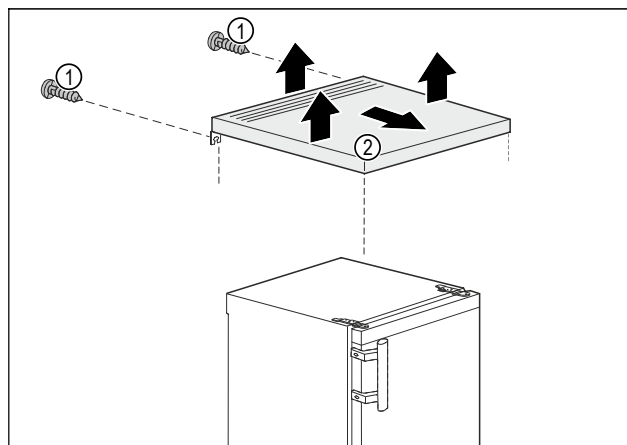

Fig. 3
- ▶ Schrauben Fig. 3 (1) an der Rückseite entfernen.
- ▶ Tischplatte Fig. 3 (2) hinten anheben.
- ▶ Tischplatte Fig. 3 (2) nach vorne schieben.
- ▶ Tischplatte Fig. 3 (2) nach oben abnehmen.
- ▶ Tischplatte Fig. 3 (2) ist abgenommen.